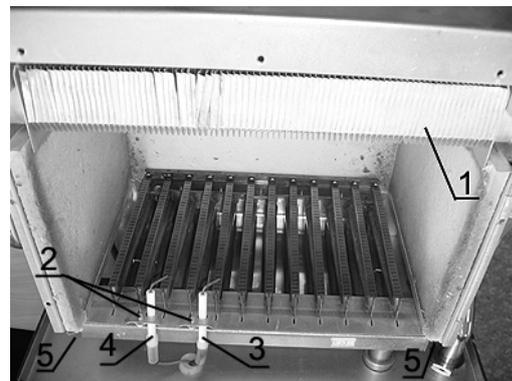

Рис. 8
- ✓ вывернуть саморезы 2 (рис. 8) крепления свечи электророзжига и ионизационного датчика. Вынуть свечу 3 и ионизационный датчик 4 из переднего кронштейна горелки;